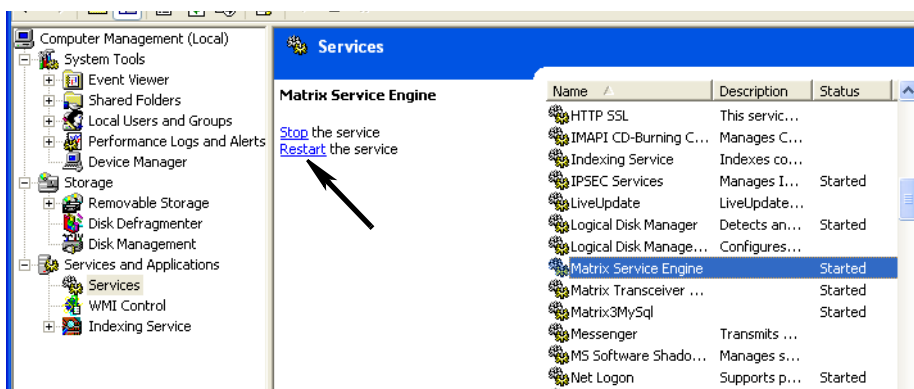

Рис. 62
- k. Нажмите ссылку «Перезапустить службу» (Рис. 62).